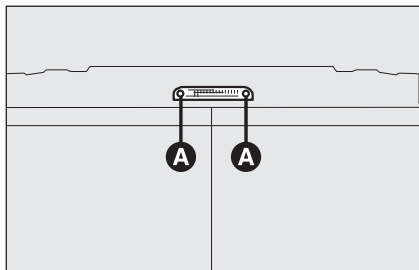

fig. 31
- dévisser les deux vis de fixation **A-fig. 31**;